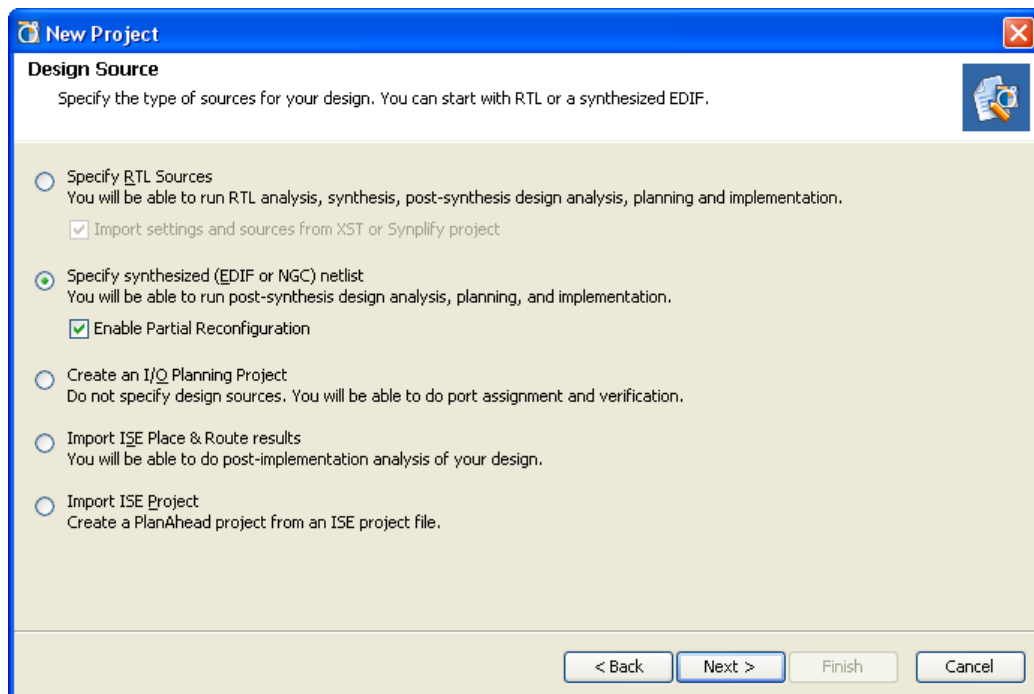

図 3-2 : New Project ウィザード :[Design Source] ページ
36 ページの図 3-2 に示す [Design Source] ページで、入力デザイン ソースのフォーマットを選択します。
2. 図 3-2 に示す [Design Source] ページで [Specify RTL Sources] をオンにします。